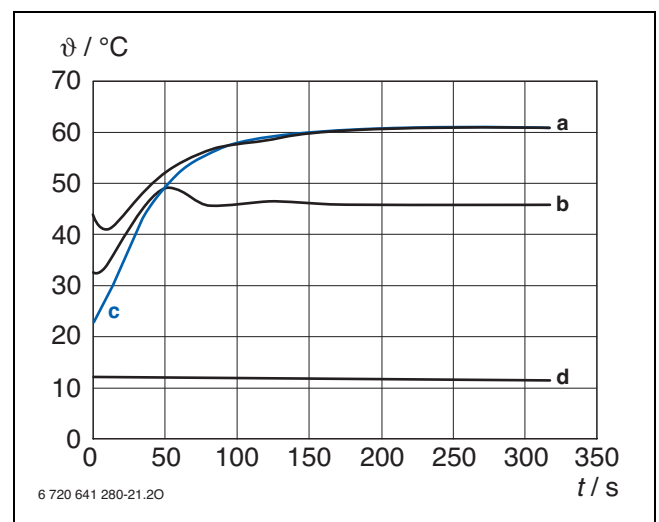

Bild 56 Warmwasser-Austrittstemperatur und Warmhaltetemperatur des Warmwassers in Abhängigkeit von der Einstellung am BC25
- Warmhaltefunktion mit einstellbarer Warmwasser-Austrittstemperatur zwischen 40 °C und 60 °C (→ Bild 56) im Sommerbetrieb